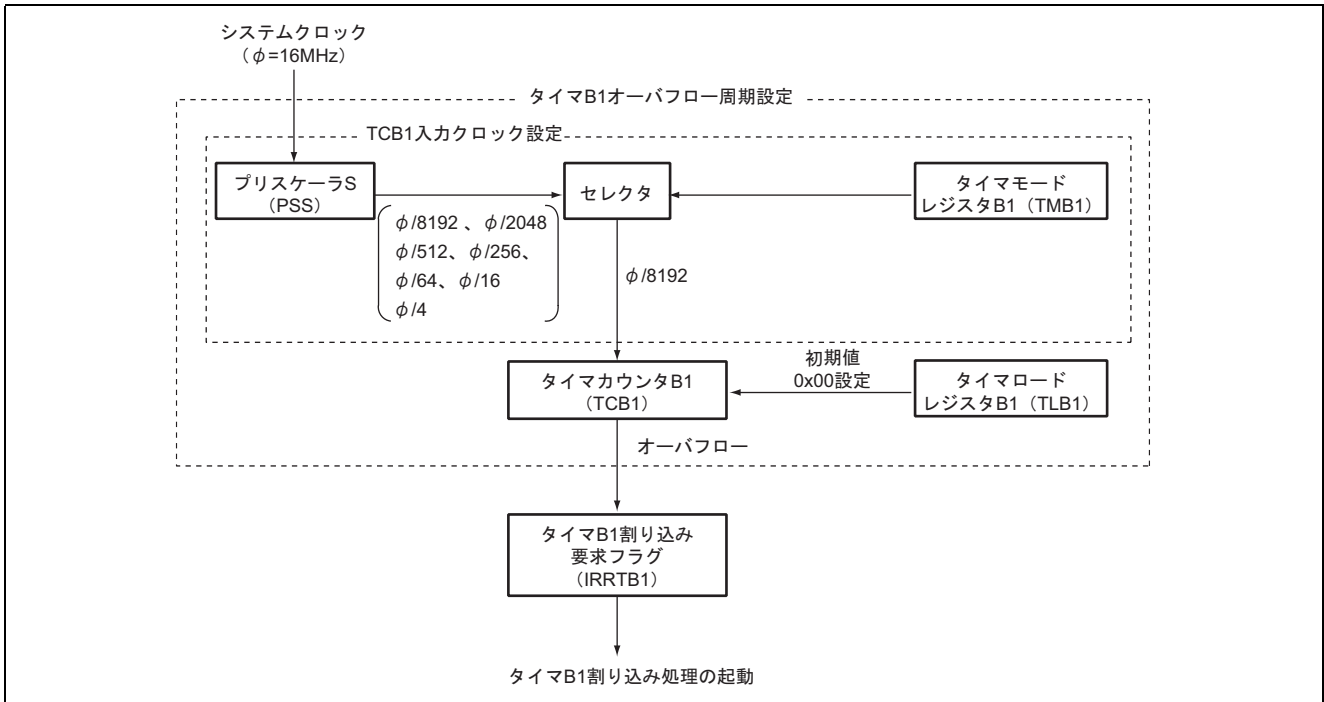

図 2.1 タイマ B1 インターバル機能のブロック図
1. 本タスク例では、タイマ B1 インターバル機能を使用して、8 ビットカウンタをカウントアップします。タイマ B1 インターバル機能のブロック図を図 2.1 に示します。以下にタイマ B1 インターバル機能のブロック図について説明します。